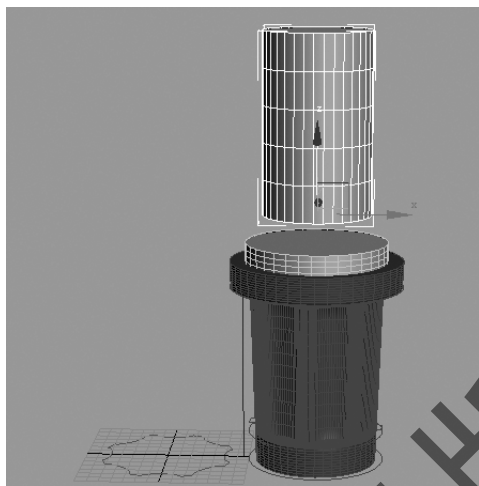

图 4-52 复制圆柱
Step28:按【Shift】键沿 Z 轴方向向上移动并复制出一个圆柱“Cylinder002”,将半径调小,高度调大,如图 4-52 所示。